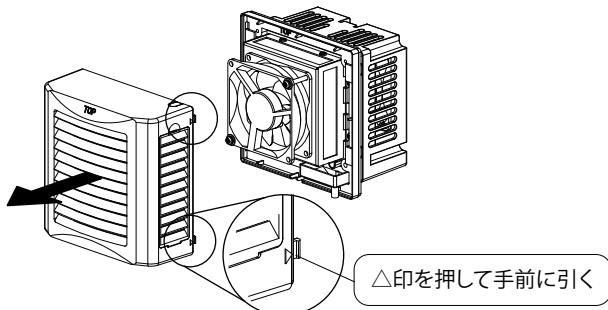

図 6
1. カバーの両面の△印を指で押して手前に引きカバーを取り外してください。(図 6)